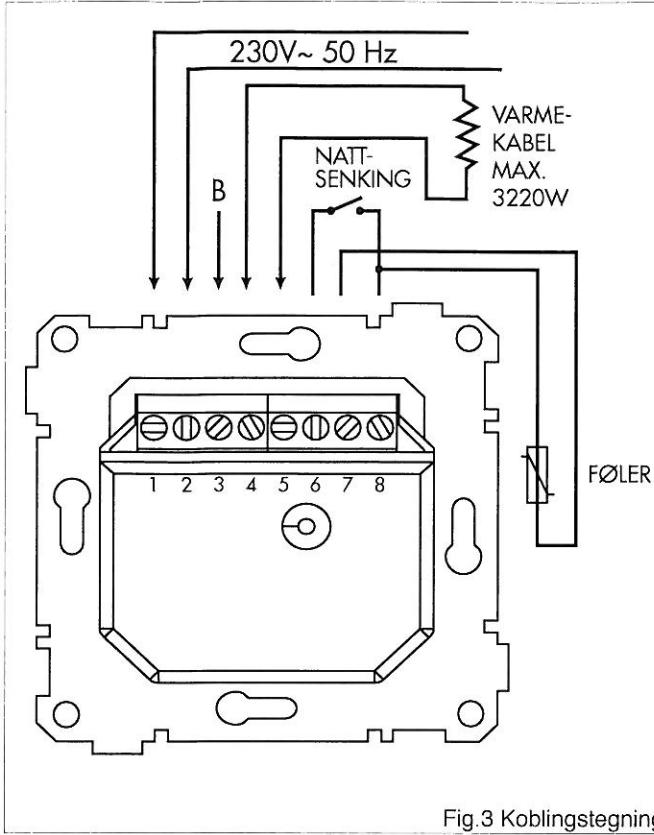

Fig.3 Koblingstegning
Varmekabelens kalde ender bør legges i hvert sitt rør, som vist på Fig.2. Installasjonsboks ved gulv kan gjøre installasjonen lettere, men er ikke nødvendig. Både foler og kalde ender på varmekabel kan kobles direkte til regulatoren. Regulatorens klemme nr. 3 kan benyttes for evt. viderekobling av jordleder(Fig.3).
3. Tilkobling fra baksiden som koblingskjemalet viser (Fig. 3) med 8 stk. 2.5 mm² rekkeklemmer.